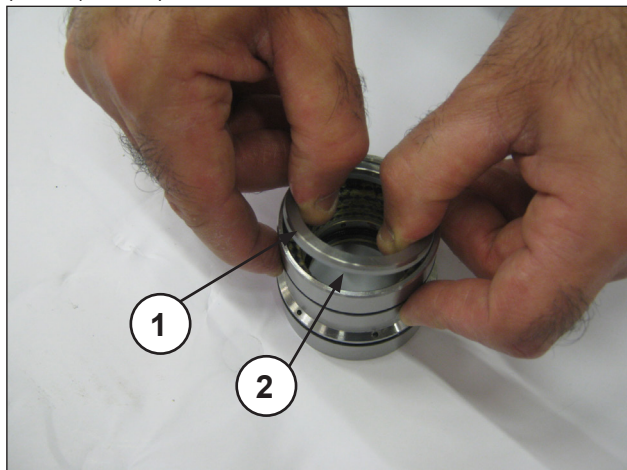
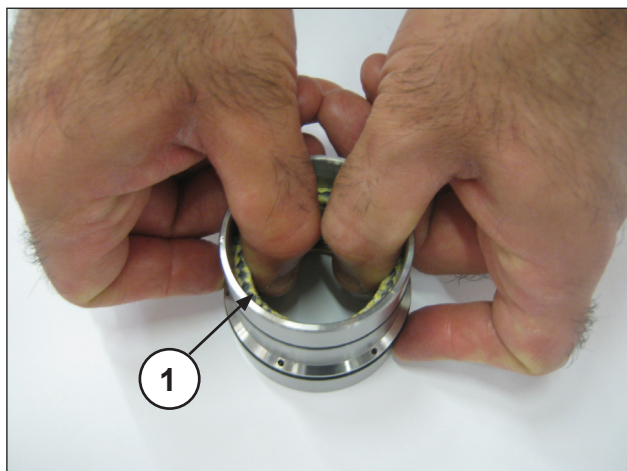

Рис. 25
Рис. 26
Отсоедините опору уплотнений от рубашки, выньте кольцо для пружины и маслоотъемное кольцо (поз. ① ②, Рис. 25) для того, чтобы открыть доступ к прижимным уплотнениям (поз. ①, Рис. 26).